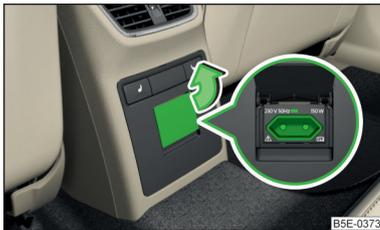

Abb. 95
- Zum **Gebrauch** die Abdeckung der Steckdose in Pfeilrichtung aufklappen » Abb. 95 und den Stecker des elektrischen Verbrauchers in die Steckdose stecken.